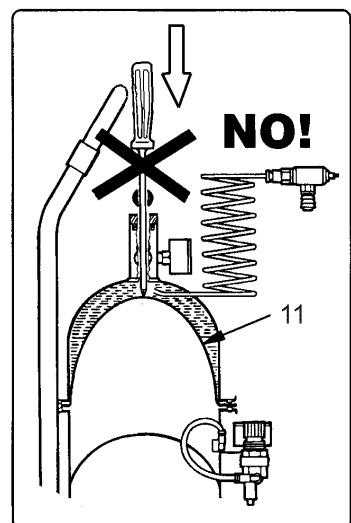

Fig. 3
1. Open the ball valves (2) and (4), lift and turn the regulator knob (3) counter clockwise and finally release all the pressure in the two chambers by pushing the bleed valve on the connector (5A).
2. Unscrew and remove the filler cap (1), fill the chamber with max. 5 liters of brake fluid, close and tight the filler cap well. Close the ball valve (4).
3. Connect the compressed air to the quick connector (2a) and increase the pressure until the pressure gauge (10) indicates a maximum of 9 bar. Close the ball valve (2) and disconnect the compressed air. Lift and turn the regulator knob (3) clockwise until the pressure gauge indicates 1.5 bar.
ATTENTION: Do never try to lower the membrane (11) inside the chamber by pushing it down with a pointed object (fig 3).
1. Abra las válvulas de cierre (2) y (4) y gire el pomo regulador (3) en sentido contrario de las agujas del reloj y finalmente libere toda la presión en las dos cámaras pulsando la válvula de purgado en el conector (5a).
2. Desenrosque y saque el tapón de llenado (1), llene la cámara con un máximo de 5 litros de líquido de frenos, cierre y apriete el tapón de llenado firmemente. Cierre la válvula de cierre (4).
3. Conecte el aire comprimido al conector rápido (2a) y suba la presión hasta que el manómetro de entrada (10) indique un máximo de 9 bar. Cierre la válvula de cierre (2) y desconecte el aire comprimido. Suba y gire el pomo regulador (3) en sentido de las agujas del reloj hasta que el manómetro (8) indique 1,5 bar.
ATENCIÓN: Nunca intente bajar la membrana (11) dentro de la cámara por medio de un objeto punzante (Fig. 3).